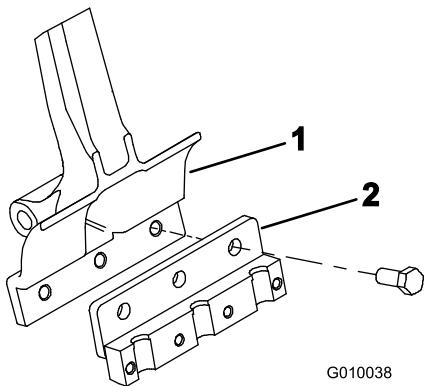

図 23
2. 各タイン・アームにタイン・ホルダーを取り付ける(図23)；ボルト(1/2 x 1-1/4 in) 3本を使用。ボルトを101.6Nm(10.4kg.m)にトルク締めする。